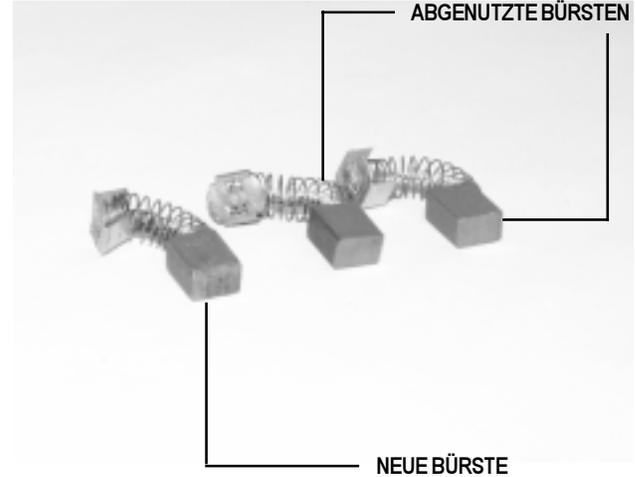

Abb. 16. Kohlebürsten
4. Prüfen Sie sie auf Verschleiß (siehe Abb. 16).